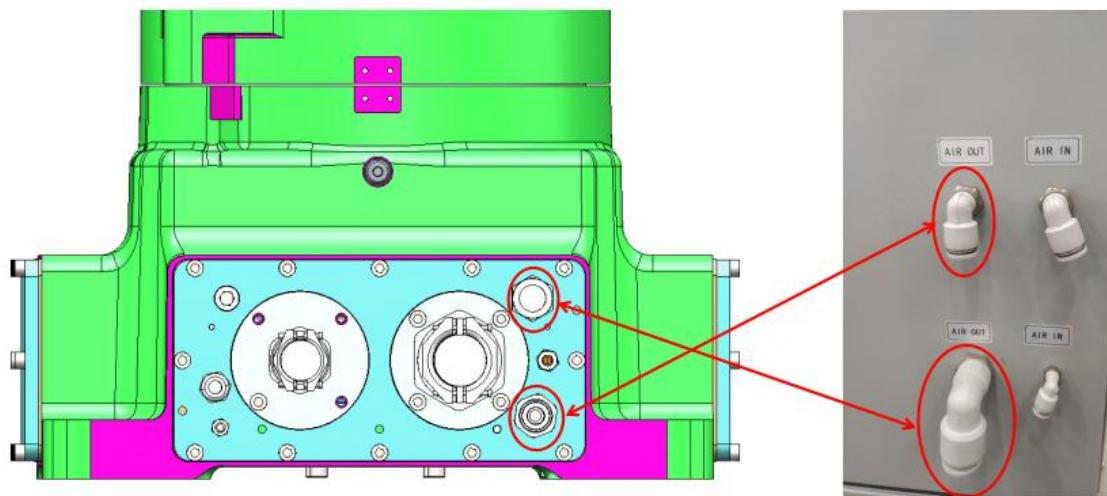

图 2-8 本体-柜体气路连接示意图
(3) 出气接口Φ10 快换接头连接到直径为 10 毫米的气管，该气管再与机器人底部的Φ10 快换接头相连；如图 2-8；
(4) 出气接口Φ16 快换接头连接到直径为 16 毫米的气管，该气管再与机器人底部的Φ16 快换接头相连，如图 2-8。